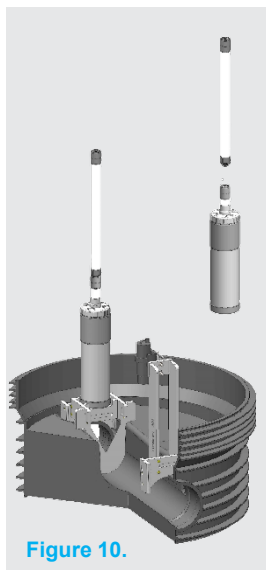

Figure 10.
13. Positionnez le lest sur le support en le tenant bien verticalement et vérifiez visuellement l'étanchéité, **Figure 10.**